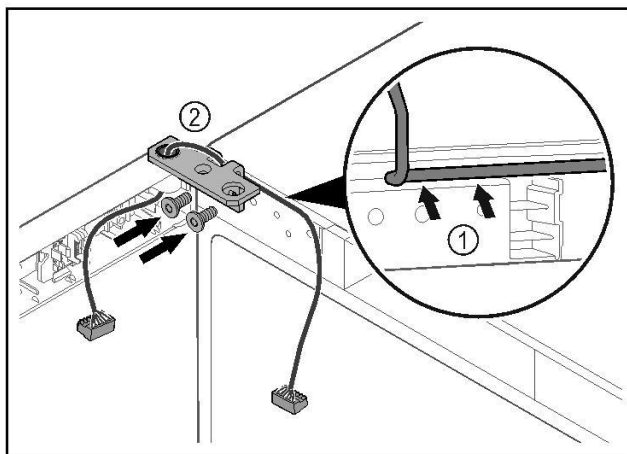

Fig. 42
- || Kabel door de uitsparing van de scharnierhoek leiden en voorzichtig monteren Fig. 42 (1).
- || Scharnierhoek Fig. 42 (2) vastschroeven.